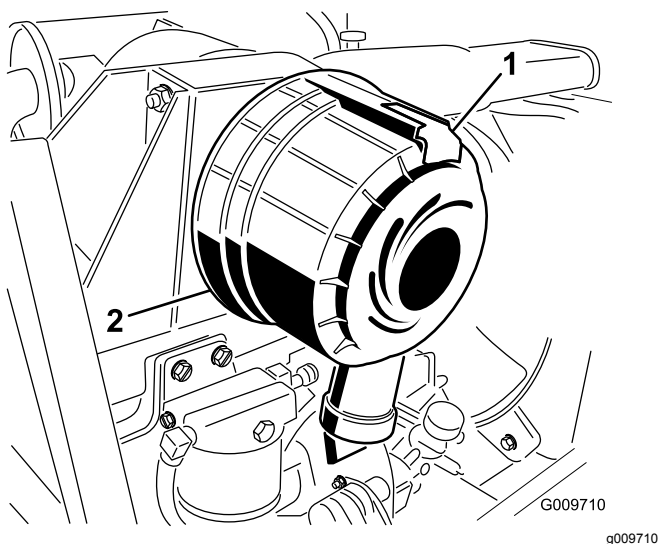

Figura 30
1. Tire hacia fuera del enganche y gire la tapa del limpiador de aire en el sentido contrario a las agujas del reloj (Figura 30).